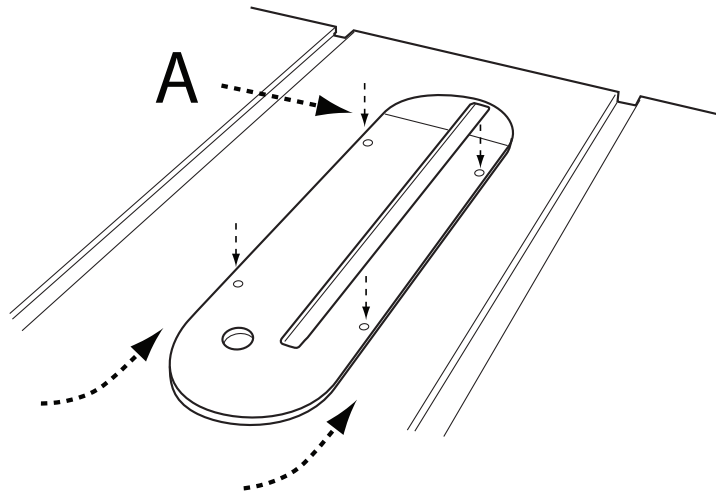

FIGURA 8
1. Para instalar la placa de garganta, baje la hoja hasta abajo de la parte superior de la mesa, luego con cuidado deslice la placa de garganta, primero el extremo ranurado, desde la parte frontal de la mesa hasta la parte posterior, manteniendo la hoja centrada dentro de la ranura en la placa de garganta. Vea la Figura 8. La placa debe descansar dentro de la cavidad en la parte superior de la mesa.
3. Si la garganta no está al ras con la parte superior de la mesa, ajuste la altura de la placa de garganta usando los cuatro tornillos de fijación (A).